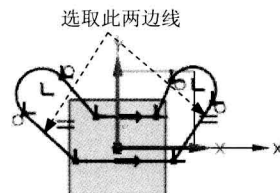

图 2.12.7 添加约束 (三)
(3) 单击  按钮, 选取图 2.12.7 所示的两条直线, 则对这两条直线添加“相等”约束。